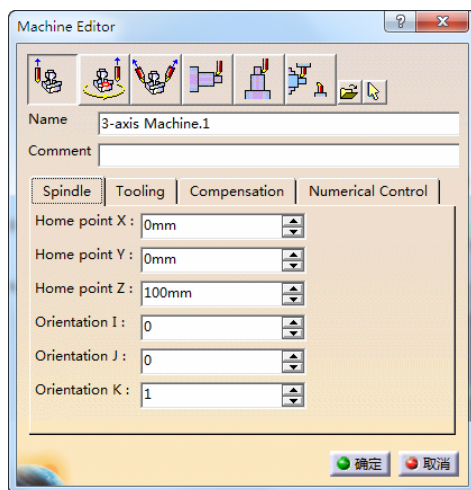

图 3-94 “Machine Editor”对话框（2）
2) 机床设置。单击“Part Operation”对话框中的 machine 按钮, 弹出“Machine Editor”对话框(2), 保持默认设置“3-axis Machine.1”, 如图3-94所示。